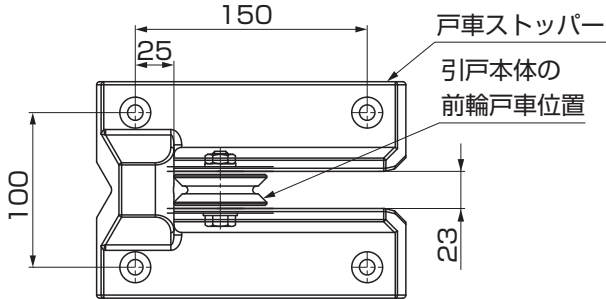

図9-1
①引戸本体を閉めた状態で引戸本体の戸車の位置にあわせて戸車ストッパーを位置合わせしてください。(図9-1参照)